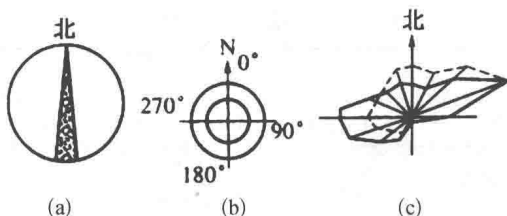

图 1-3 方位标
(4) 方位标的表示 确定管道安装方位基准的图标称为方位标。管道底层平面上一般用指北针表示建筑物或管线的方位; 建筑总平面图或室外总体管道布置图上还可用风向玫瑰图表示方向, 如图 1-3 所示。
(5) 管径的表示 施工图上管道管径尺寸以毫米为单位, 标注时通常只注写代号与数字, 而不注明单位。低压流体输送用镀锌焊接钢管、不